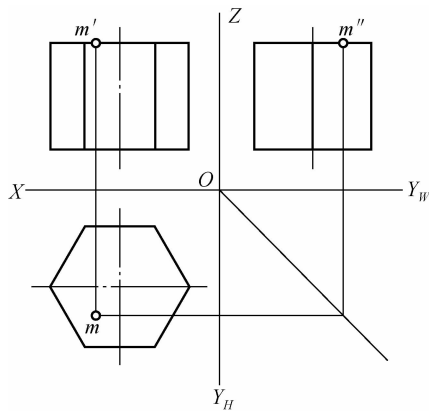

图 1-2-5
2. 图 1-2-5 所示的点 M 在六棱柱的上表面上。()